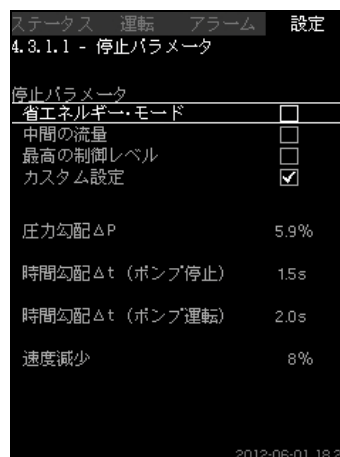

図 71 カスタム設定
- 停止パラメータを選択します。“カスタム設定”を選択すると、図71に示すパラメータを設定する必要があります。下の例を参照ください。